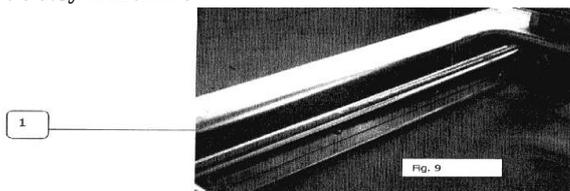

Рис. 9
1. Очищайте с помощью спирта сварочную планку (рис. 9, поз. 1) и силиконовую прижимную планку (рис. 10, поз. 1) каждые 15 дней.